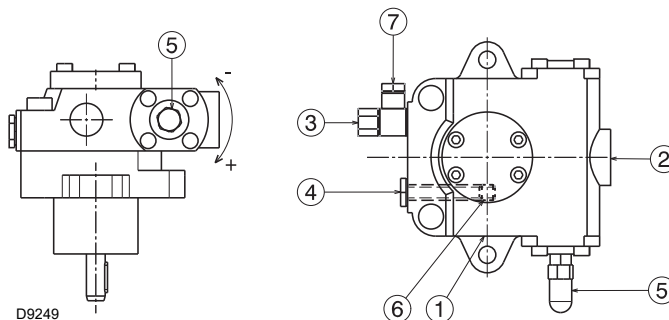

Fig. 24
Pompele au un by-pass care conectează returul cu aspirația. Acestea sunt instalate pe arzător cu by-pass-ul închis cu ajutorul șurubului 6)(Fig. 24 la pag. 28).
- Pentru ca pompa (Fig. 24) să se aprindă automat, este esențial să slăbiți șurubul 4) pompei pentru a evacua aerul conținut în conducta de aspirație.
Legendă (Fig. 24)
Operațiunea de mai sus este posibilă deoarece pompa pleacă din fabrică plină de combustibil. Dacă pompa a fost vidanțată, umpleți-o cu combustibil de la capacul manometrului de vid 4)(Fig. 24 la pag. 28) înainte de a o porni, altfel se va bloca.